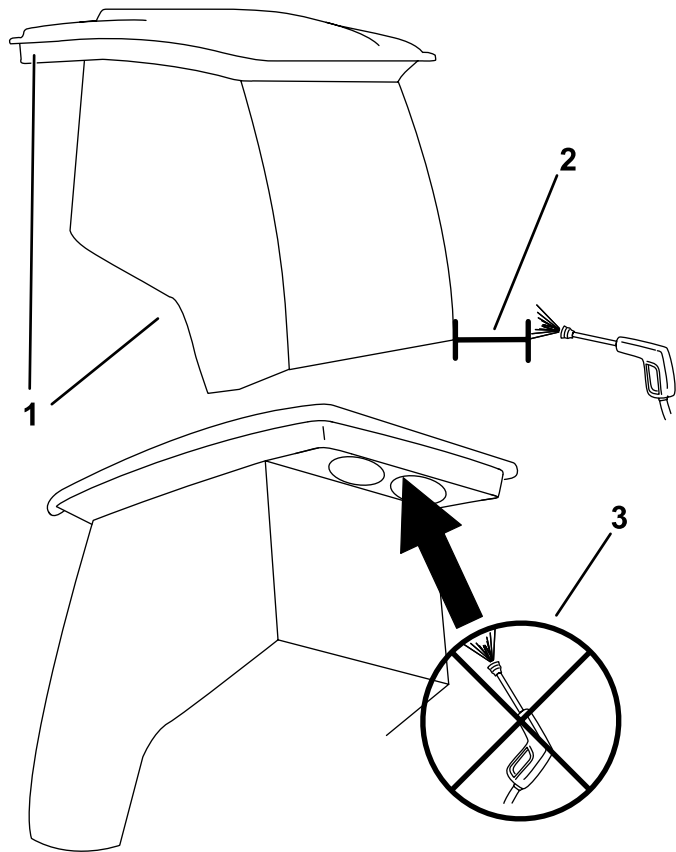

図 81
**重要** キャブシールの周辺に注意してください 図 81。圧力洗浄機を使用する場合は、洗浄機のノズルをキャブから少なくとも 60cm 離して洗浄してください。キャブシールや後方のオーバーハング部にはジェットを直接当てないでください。